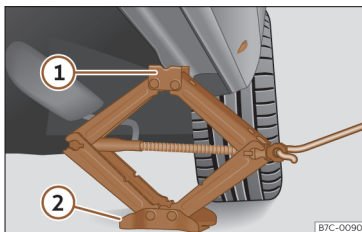

Fig. 169 Larguero: colocación del gato del vehículo.
- Gire la manivela del gato, situado bajo el punto de apoyo del larguero, para elevarlo hasta que la pestaña ① >>> fig. 169 quede situada bajo el alojamiento previsto.
- Alinee el gato de modo que la pestaña ① “agarre” en el alojamiento previsto del larguero y la placa base móvil ② quede apoyada en el suelo. La placa base ② debe caer en la vertical respecto al punto de apoyo ①.